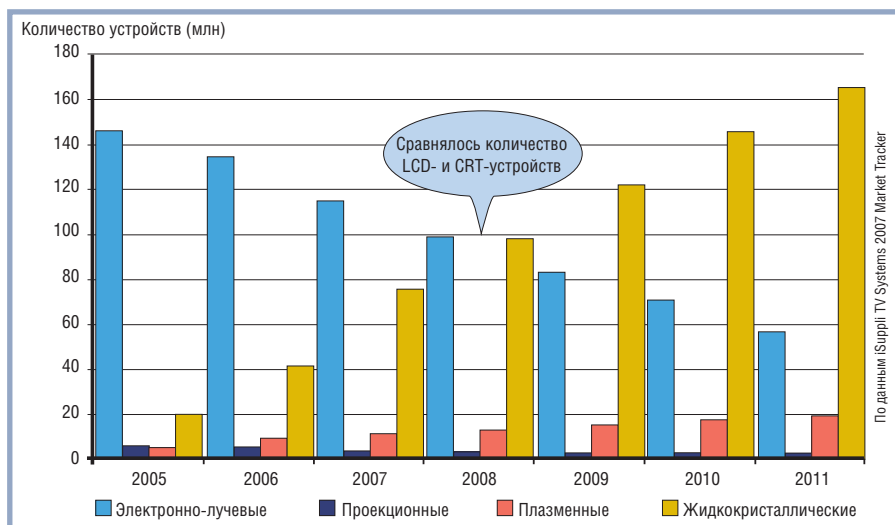

Рис. 7. Тенденции развития рынка устройств отображения для разных типов технологий
- делать ЖК-панели всё более конкурентоспособными в областях применения средств отображения большого размера, прежде занятых плазменными панелями и системами обратной проекции (рис. 7);